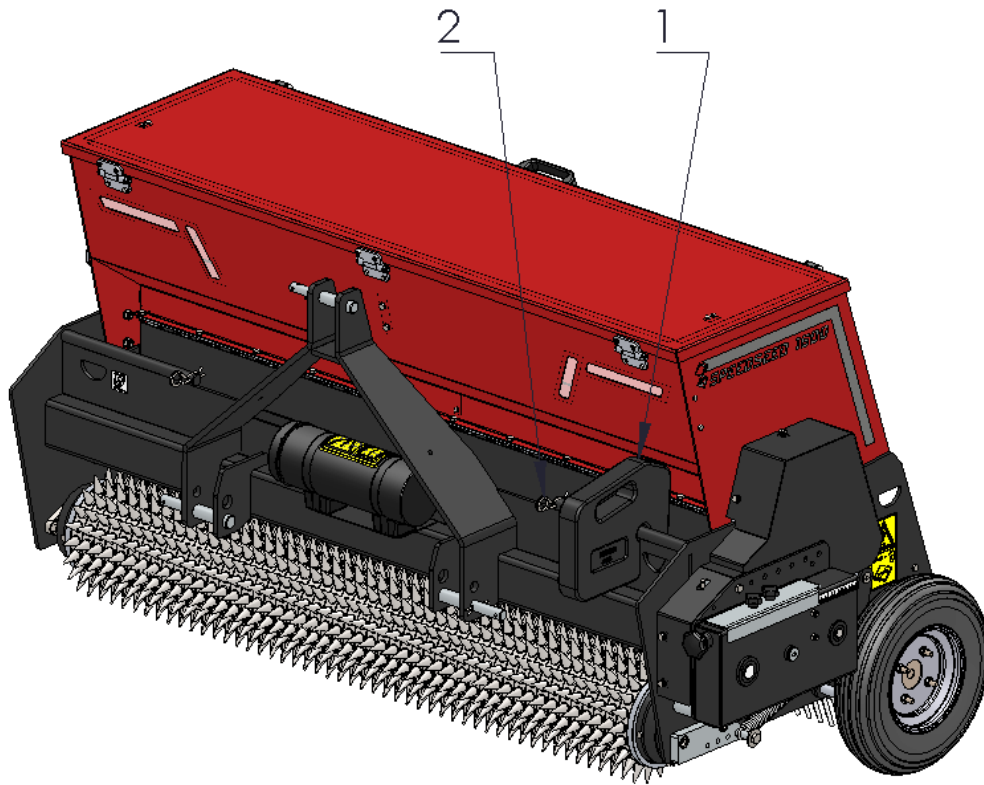

Figure 7
Le Speedseed est équipé d'une poutre frontale standard à laquelle les poids (1) peuvent être fixés. (voir **Figure 7**)